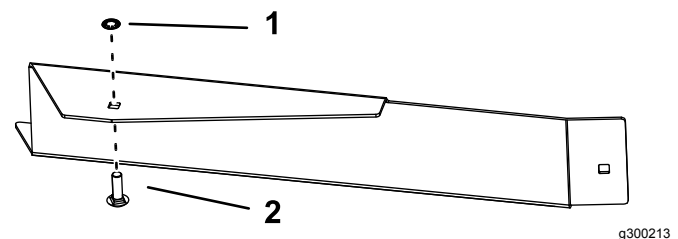

Figure 17
4. Montez le boulon de carrosserie et l'écrou poussoir sur le déflecteur avant, comme montré à la Figure 17.